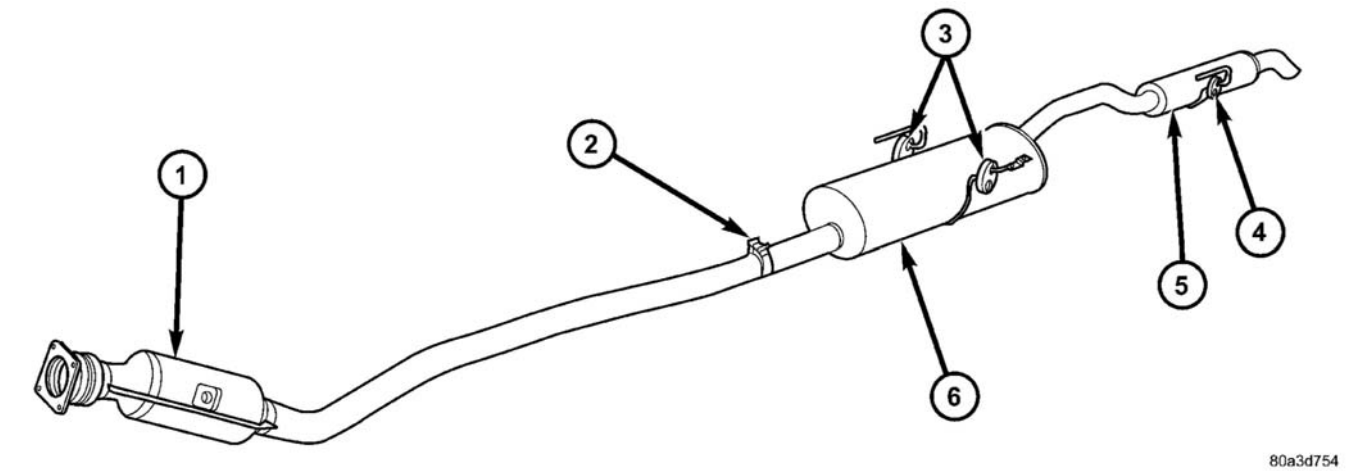

图 4 排气系统-典型形式（所有车辆）
- （7）从排气系统的支架上断开所有排气系统隔离装置/挂钩（2 个在消声器处，1 个在谐振消声器处）（图 4）。